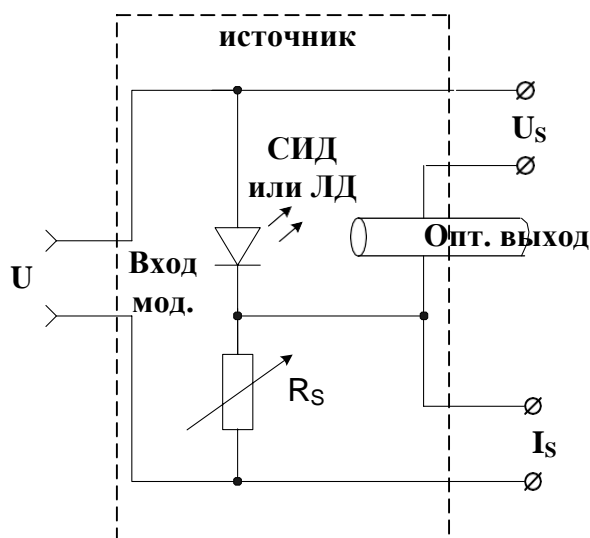

Рис. 2. Схема блока ИИ.
2. В свойствах ИИ установите заданный вариантом тип диода, сопротивление  $R_S = 100$  Ом и температуру  $30^\circ\text{C}$  (рис. 2).